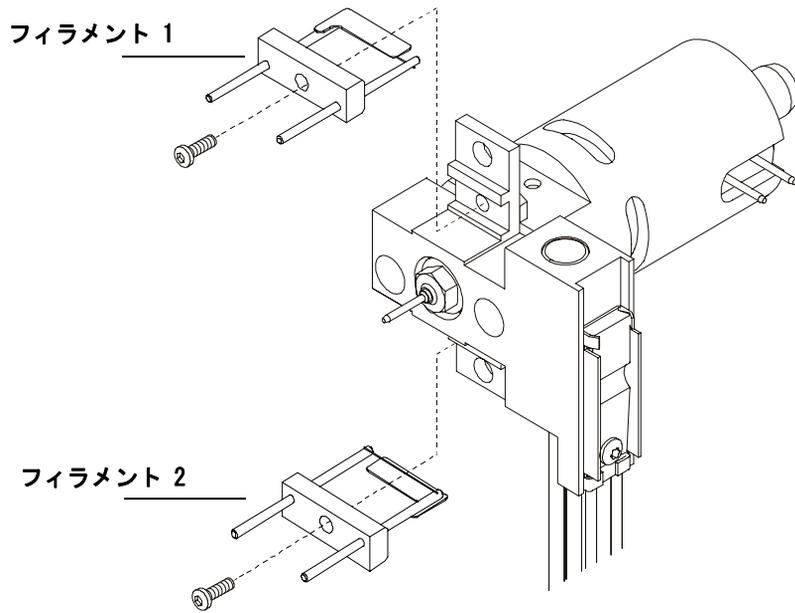

図 39 フィラメントの交換
- 4 交換するフィラメントを取り外します (図 39)。
- 1 新しいフィラメントを取り付けます (図 39)。